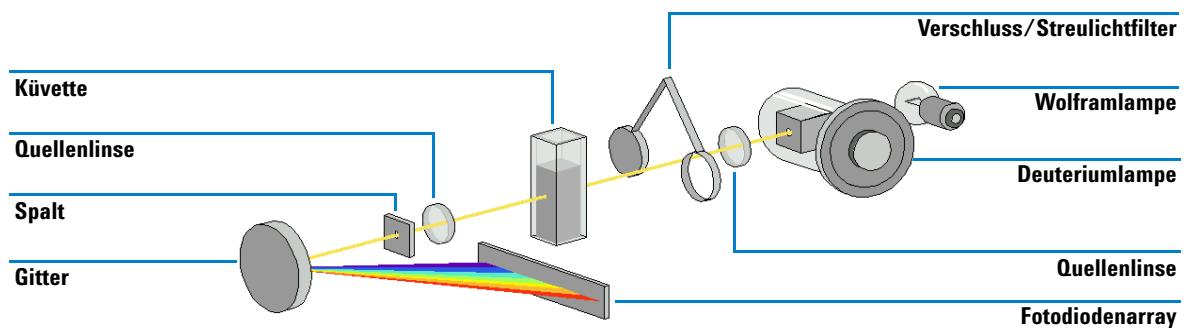

Abbildung 1 Optisches System eines Spektrofotometers
In Abbildung 1 ist das optische System des Spektrofotometers dargestellt. Seine Strahlungsquelle ist eine Kombination aus einer Deuteriumlampe für den ultravioletten (UV) Wellenlängenbereich und einer Wolframglühlampe für den sichtbaren und den nahen infraroten (Short Wave Near Infrared) Wellenlängenbereich. Das Abbild der Wendel der Wolframglühlampe wird auf die Apertur der Deuteriumlampe fokussiert. Dies erfolgt über eine spezielle von der Rückseite zugängliche Lampenkonstruktion, die es ermöglicht, dass beide Lichtquellen optisch gebündelt werden und eine gemeinsame Achse zur Quellenlinse bilden. Die Quellenlinse erzeugt einen einzelnen, gebündelten Lichtstrahl. Der Strahl durchläuft den Bereich des Verschlusses/Streulichtkorrekturfilters und dann die Probe sowie die Linsen und den Spalt des Spektrometers. Im Spektrometer wird Licht mittels eines holografischen Gitters auf das Diodenarray zerlegt. Somit kann auf alle Wellenlängeninformationen gleichzeitig zugegriffen werden. Dadurch wird die Geschwindigkeit, mit der Spektren erfasst werden können, erheblich gesteigert.